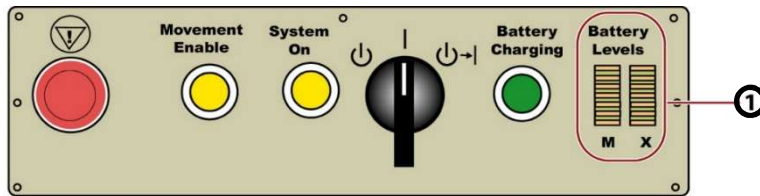

FIGURE 1
**Indicateurs de niveau de batterie :** Sur le panneau de contrôle de l'alimentation IAS illustré à la Figure 1, les deux colonnes de voyants jaunes LED (①) indiquent le niveau de charge des batteries de mouvement (**M**) et des batteries à rayons X (**X**). Voir "Indicateurs de niveau de charge de la batterie" dans le manuel de l'utilisateur pour plus d'informations sur les niveaux de charge de la batterie représentés par le défilement des LEDs. Reportez-vous à la section "Vérifications des performances de l'utilisateur" dans le manuel de l'utilisateur pour vous assurer du bon fonctionnement de la machine.